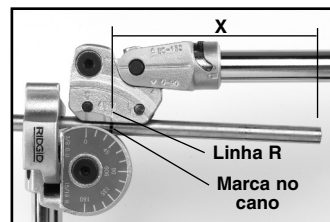

Figura 8 – Antes
- Se a característica estiver à **DIREITA** da marca (ver Figura 8 – Antes), alinhe a marca no cano com a linha “R” do carro.